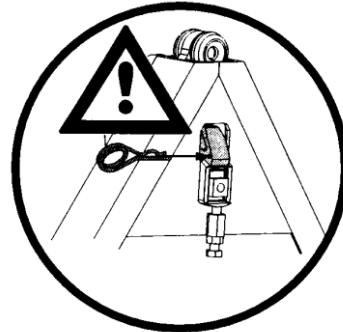

Рис. 2. Фиксация запорного крюка прицепного устройства
- чтобы запорный крюк прицепного устройства был зафиксирован, рис. 2.